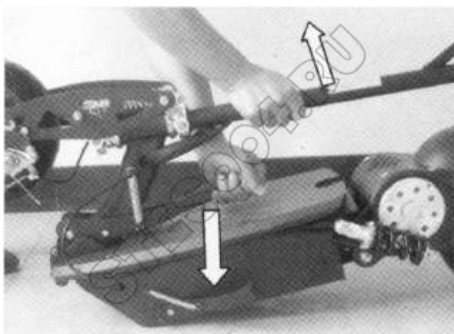

РИС.2
2. Разложите скутер, нажав одной рукой на РУЧКУ ДЛЯ СКЛАДЫВАНИЯ, одновременно другой рукой осторожно потянув рулевую колонку скутера вверх (РИС.2).